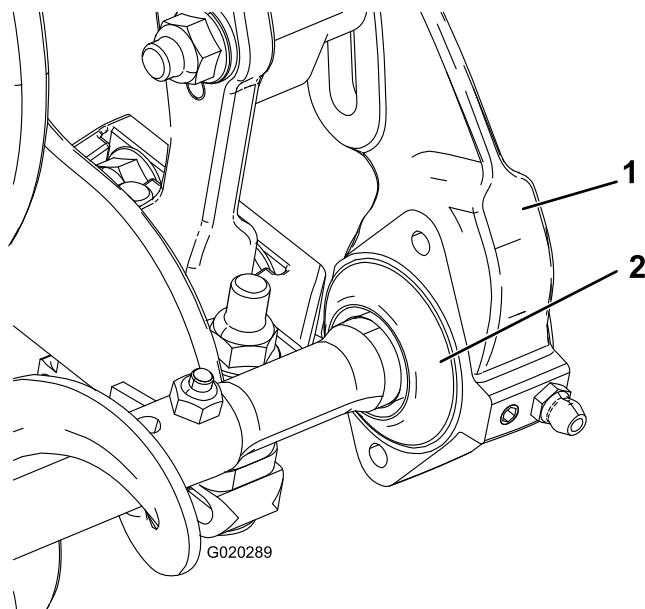

Bild 6
1. Schieben Sie jede Abschlussdichtung nach außen, bis die Lippen dichten gerade jedes Lagergehäuse berühren (Bild 6).